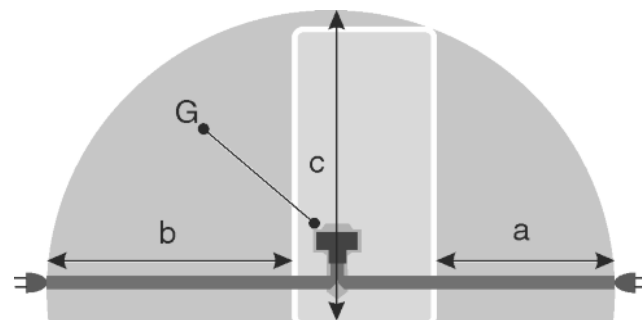

Fig. 19
- De contactdoos bevindt zich buiten het bereik van de achterzijde van het apparaat in het desbetreffende gedeelte *Fig. 19 (a, b, c)*.
- ▶ Breng de apparaatstekker *Fig. 19 (G)* aan de achterzijde van het apparaat aan. Let op het correct vastklikken.